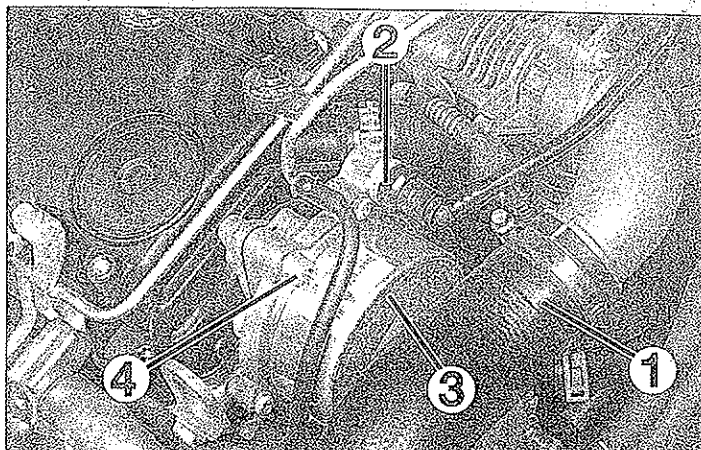

FIG. 23
- el manguito de aire (1) de sobrealimentación de la caja de mariposa (fig. 23).
- la tubería de depresión (2) de la bomba de vacío (3).
- Desmontar los tornillos de fijación (4) de la bomba.
- Desmontar la bomba (3).